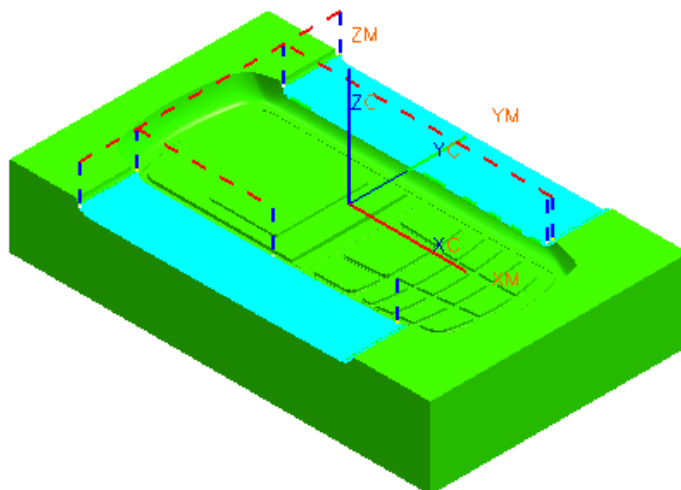

图 9-214
- 单击 ，生成如图 9-214 所示的刀轨，单击 O K。